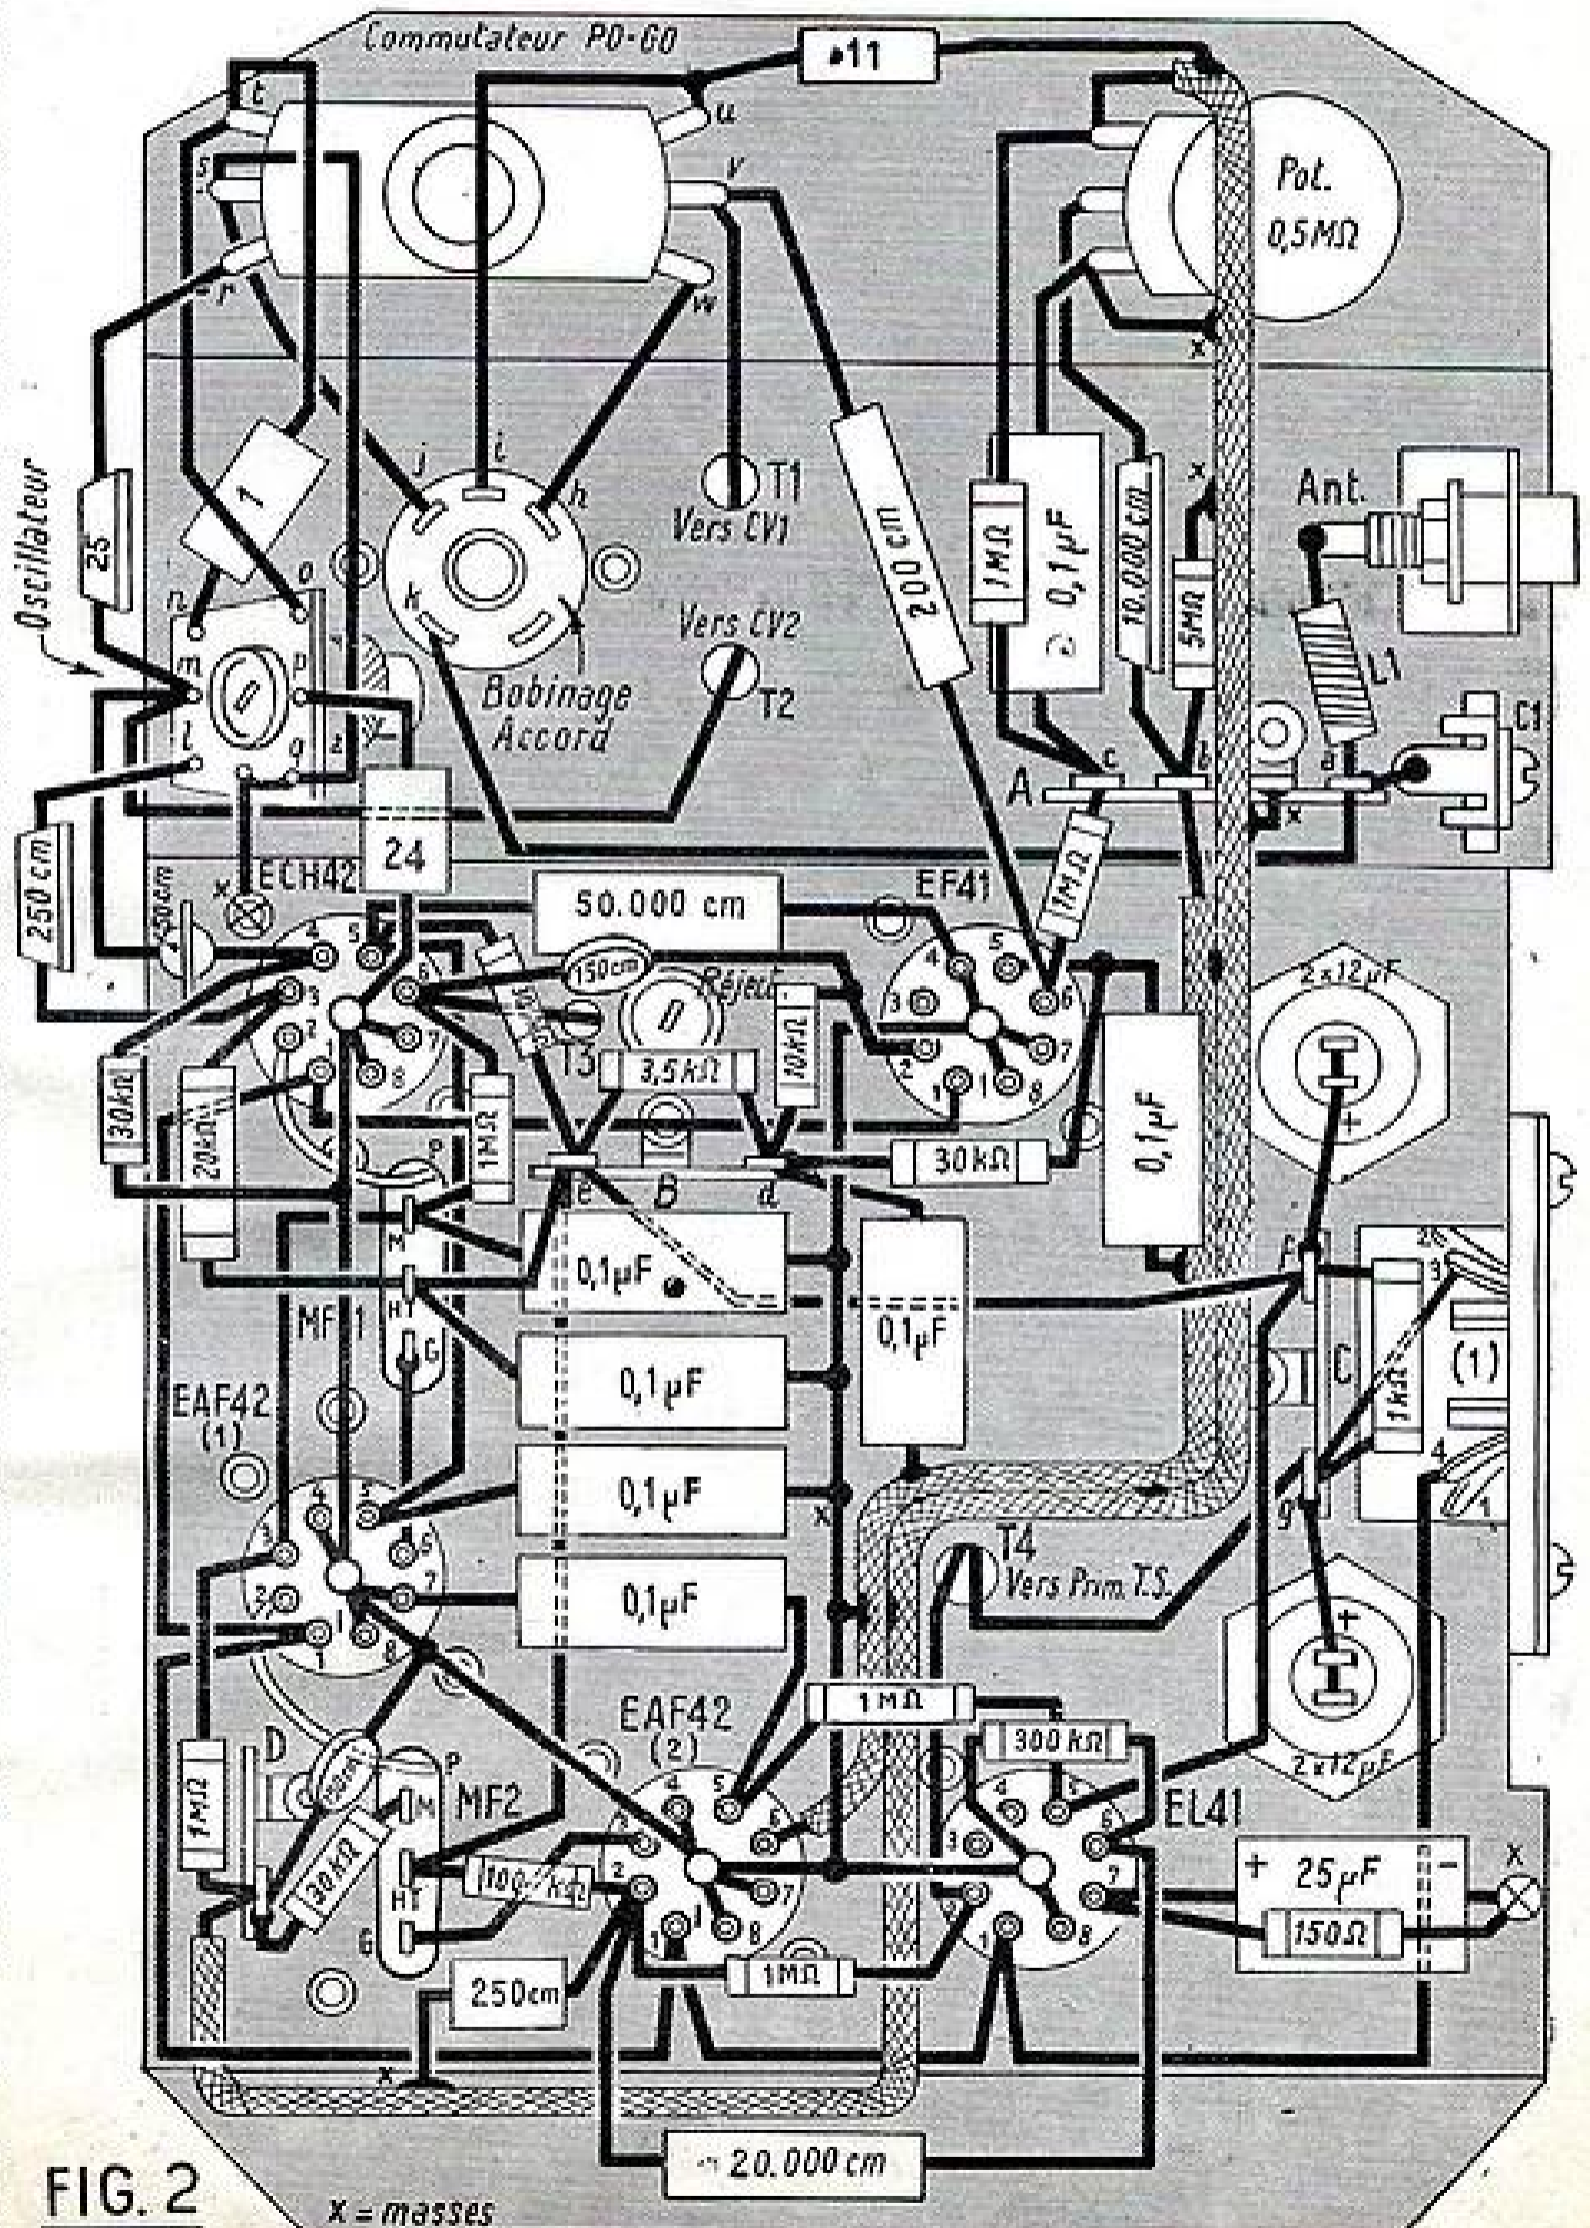

FIG. 2
Aussi a-t-on cherché à réaliser des atténuateurs qui, tout comme le « fader » représenté en figure 2, permettent un dosage progressif de l'atténuation, tout en conservant la possibilité d'être adaptés sur des impédances de sortie d'une valeur quelconque (et non de valeur infinie comme pour le fader).
Nous allons commencer par fixer à ce châssis les principaux constituants du montage. Tout d'abord les 5 supports de lampes que nous orienterons comme il est indiqué sur les plans (fig. 2 et 3). Sur la vis de fixation de chaque support, du côté des cosses 1 et 8, on met, à l'intérieur du châssis, une cosse à souder. Sur la face interne du châssis on monte les relais A, B et C. Sur le dessus du châssis, entre les supports EF41 et ECH42, on place le bobinage du rejecteur, entre les supports ECH42 et EAF42 (1) le premier transformateur MF et entre les supports EAF42 (1) et EAF42 (2) le second transformateur MF. Les noyaux de réglage de ces deux pièces doivent être accessibles par le côté du récepteur. Sur la partie la plus haute du châssis, on monte le bobinage d'accord (voir sur le plan de câblage l'orientation des cosses de liaison). Toujours sur le dessus du châssis, on place les deux condensateurs électrochimiques  $2 \times 12 \mu F$  et le transformateur d'adaptation du haut-parleur. D'un côté du châssis, on fixe par deux pattes prévues à cet effet un support à 4 broches destiné au raccordement avec le haut-parleur et l'alimentation. Du même côté, sur une petite équerre, on met la douille isolée antenne. A l'intérieur du châssis, sur la face avant, on place le potentiomètre de puissance et le commutateur de gamme. Il ne reste plus qu'à fixer le condensateur variable et son cadran qui, d'ailleurs, sont solidaires l'un de l'autre. Il suffit donc de boulonner l'ensemble sur la face avant du châssis.
Le câblage est représenté à la figure 2. Suivant notre habitude, nous commençons par les lignes de masses pour lesquelles nous utilisons du fil nu étamé. Une première ligne de masse est tendue entre le blindage central des supports ECH42, EAF42 (1), EAF42 (2), et EL41. Elle est soudée sur chaque blindage. D'un point de cette ligne de masse, situé entre les supports EAF42 (2) et EL41, part une autre ligne de masse qui aboutit au blindage central du support de EF41.
- 1 châssis selon figure 2.